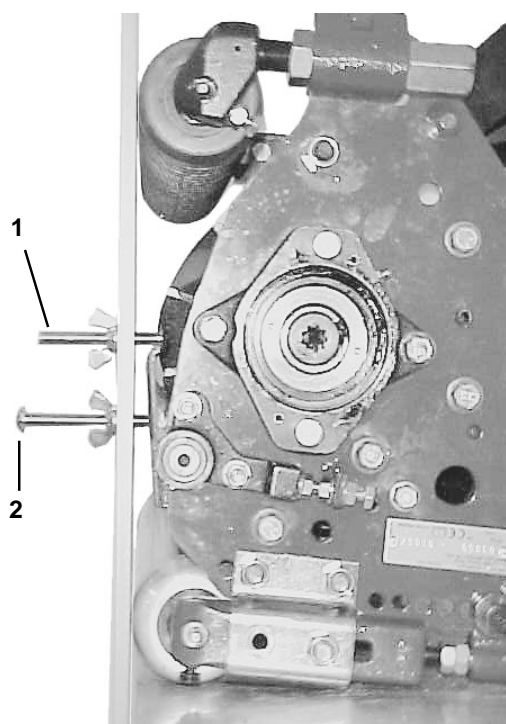

Fig. 13
4. Drei klippeheten loddret og legg målearmen tvers over fremre og bakre valser. Det første skruehodet skal passe pent over knivplatens kant. Enden av den andre skruen skal berøre knivplatens underkant (fig. 13). Hvis det er luft mellom fremre valse og målearmen, må du senke fremre valse til den og armen berører hverandre. Bekreft fremre valsevinkel i hver ende av knivplaten.